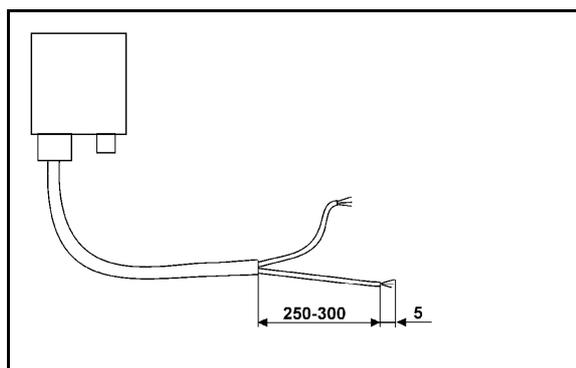

Fig. 3
Beispiel (Fig. 3/6)
3. Das Kabelende (Fig. 3) ca. 250 bis 300 mm abmanteln
- Die Kabelenden (Fig. 3) einzeln 5 mm isolieren.